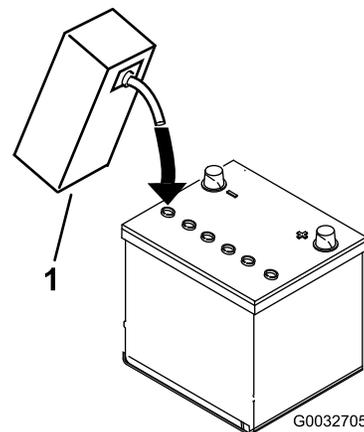

图 7
- 小心为每个电池注入电解液直到电池极板被大约 6mm 的液体覆盖图 7。
- 等待约 20 至 30 分钟以便电解液渗透到极板内。必要时加注电解液使电解液保持在加注井底部约 6mm 范围内图 7。